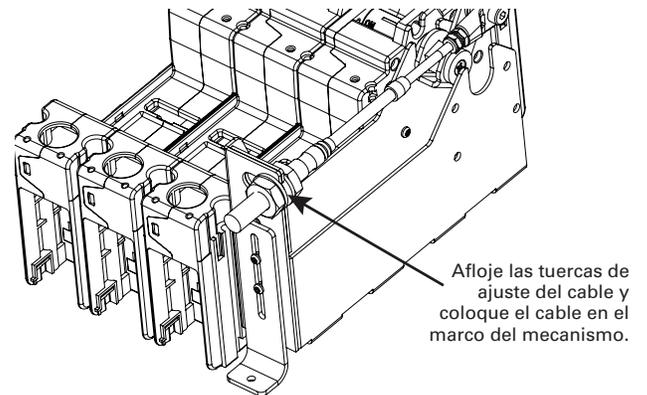

Fig. 1-6. Instalar el cable en el marco del mecanismo.
Paso 6. Afloje las tuercas y arandelas de ajuste del cable lo suficiente para asentar completamente el cable en el marco del mecanismo, como se muestra en la Fig. 1-6. Apriete a mano las tuercas hasta el ajuste final (Parte 2, pasos 8 a 10).